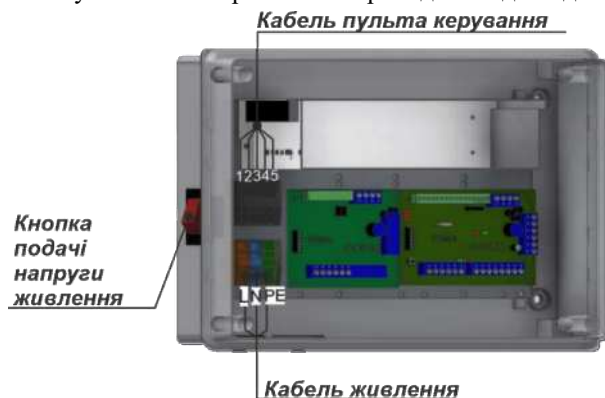

Рис.14– Блок електронного керування – підключення турнікету
2.2.5 Підключення турнікету (див.рисунок 14):